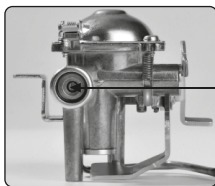

Fig. 6
- Controleer of de afdichtingen (tussen het toestel en de gascartridge) op hun plaats zitten en in goede staat zijn voordat u de gascartridge aansluit (fig. 6).